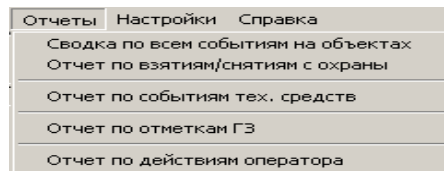

Рисунок 62
Для создания отчета необходимо войти в пункт основного меню «Отчет», рисунок 62:
4.11.1 После ввода новых карточек, перед чисткой БД, а также не реже одного раза в неделю необходимо создавать архивную копию БД. Для сохранения БД в архиве необходимо войти в пункт основного меню «Сервис/Сохранение базы в архиве» (рисунок 62). Сохранение БД происходит в фоновом режиме и не требует выхода из программ, работающих с БД. Однако не рекомендуется одновременно проводить чистку БД (с одного АРМ ДИ) и выполнять процедуру сохранения БД с другого АРМ ДИ.